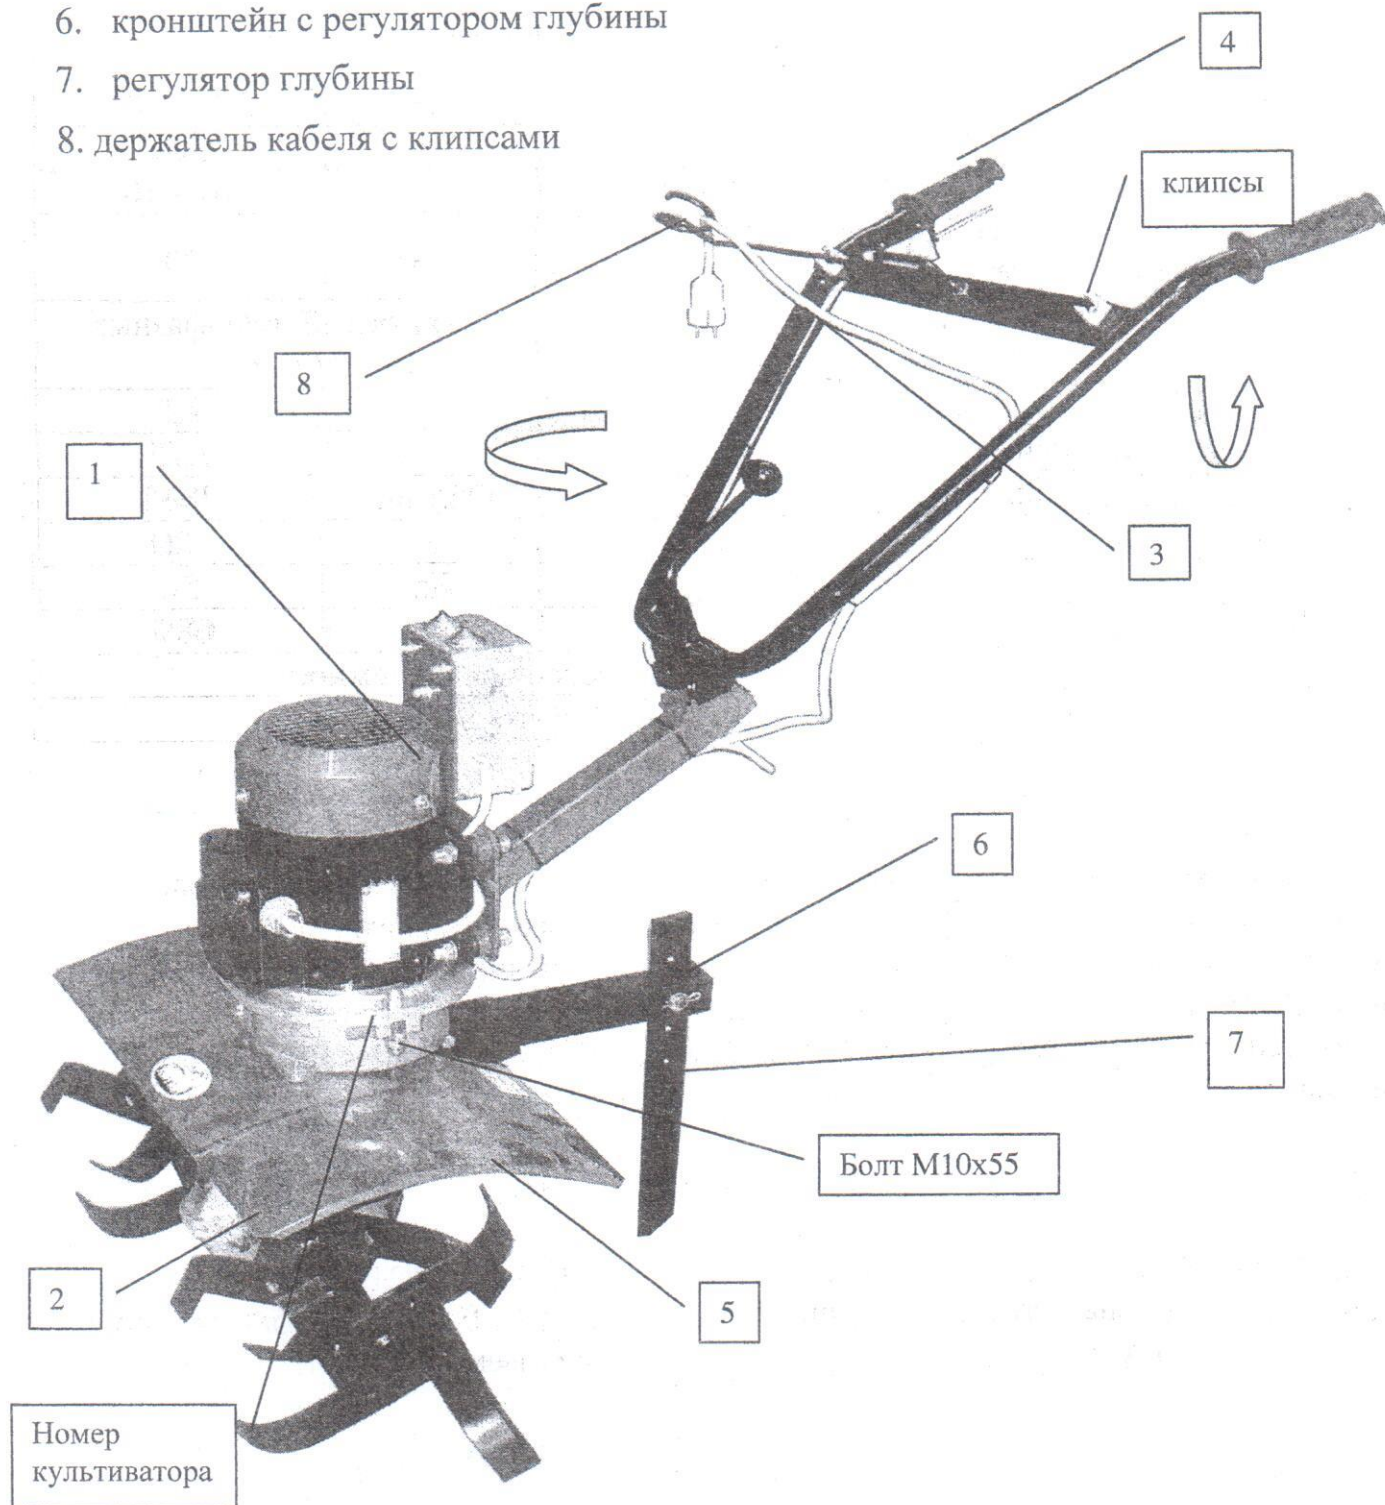

Рисунок 1 – Электрокультиватор КЭ 0,7-1,1
1.3.1 Основными узлами электрокультиватора являются (рисунок 1):
1.5.3 Заводской номер культиватора дублируется также на нижнем фланце двигателя ударным способом (рисунок 1).
- Держатель кабеля с клипсами (собрать как показано на рис. 1). Для изменения положения держателя отогнуть его вверх и поменять положение, зафиксировав, держатель в клипсе.